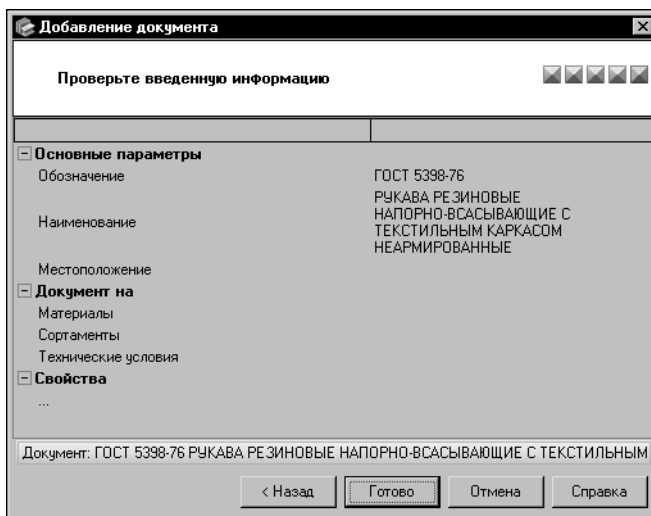

Рис. 6.22. Мастер добавления документа: шаг 5
7.В окне пятого шага мастера (рис. 6.22) проверьте правильность введенных сведений.